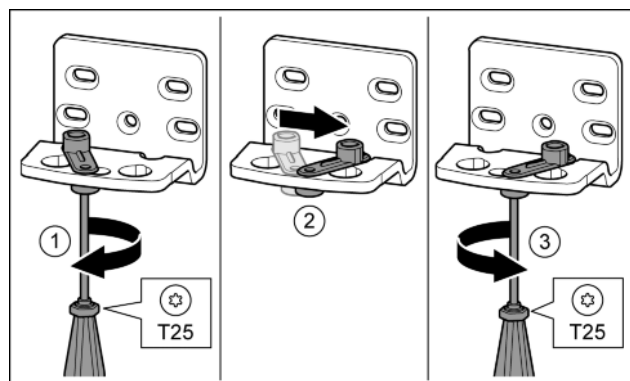

Fig. 16\*
- ▶ Šroubovákem T25 volně přišroubujte šroub.\* Fig. 16 (1)
- ▶ Zvedněte pomůcku zavírání dveří a v otvoru ji otočte o 90° doprava.\* Fig. 16 (2)
- ▶ Šroubovákem T25 šroub pevně utáhněte.\* Fig. 16 (3)